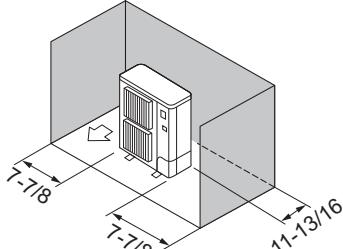

Fig. 2-4
③ Obstacles uniquement à l'arrière et sur les côtés (Fig. 2-4)